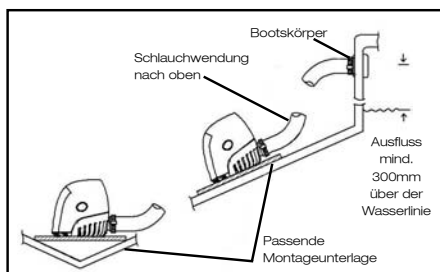

Abb. 1
- Die Pumpe ist im untersten zugänglichen Teil der Bilge anzubringen. Bei Segelbooten sollte der Anbringensort zentral über dem Kiel liegen. (Abb. 1)
ACHTUNG: nicht durch den Bootskörper bohren. Vor dem Bohren ist die korrekte Position der Pumpe sicherzustellen. Die Pumpendüse muss dabei auf den Borddurchbruch ausgerichtet sein. (siehe Abb. 1).